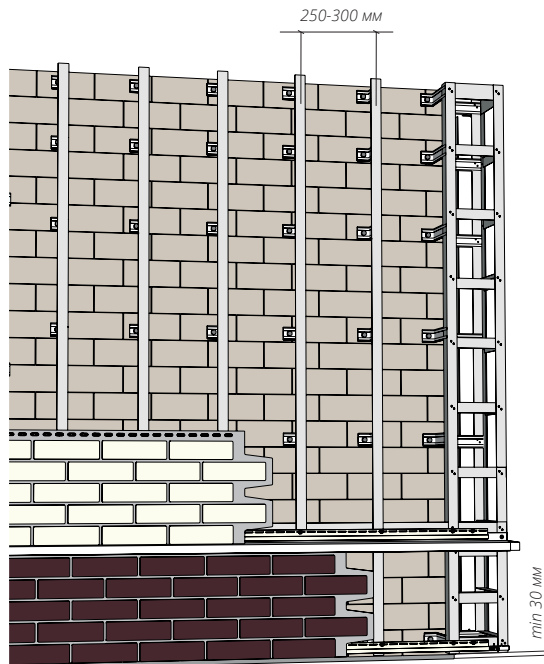

Рисунок 15. Обрешетка НФС Grand Line
- 9.3 Для монтажа фасадных панелей Grand Line обрешетка монтируется вертикально. Шаг обрешетки по осям должен быть не более 250-300 мм (Рис. 15, 16).
- 9.4 Расстояние от грунта, отмостки до нижнего края обрешетки и панелей должно быть не менее 30 мм. Это обеспечит доступ воздуха в подфасадное пространство и защитит обрешетку и смонтированный фасадный материал от последствий пучения грунта в зимний период (Рис. 15, 16).